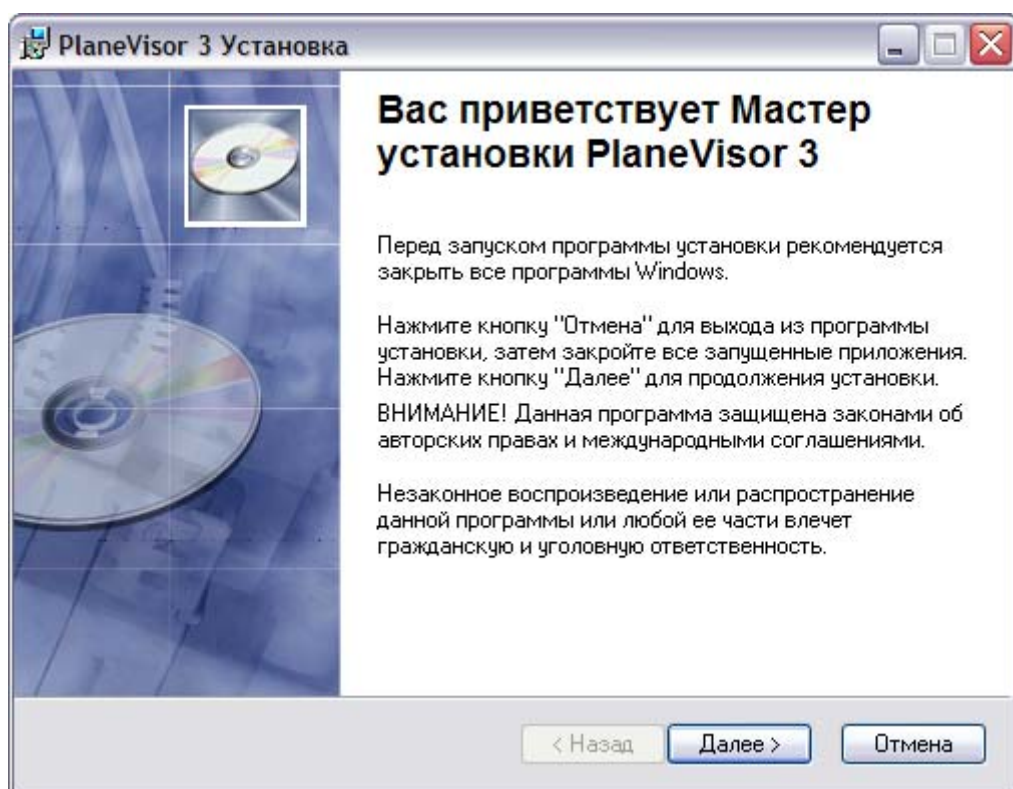

Рисунок 6
- Если автоматического запуска диска не произошло, то следует вручную запустить файл: X:\ACS\Soft\A1220\PlaneVisor.exe, где X- буква привода CD (DVD), в который вставлен компакт-диск. Начнется процесс установки программы PlaneVisor 3 (рисунок 6).